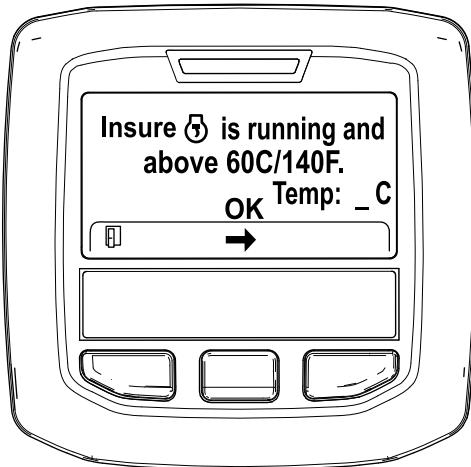

Figura 48
- Se la temperatura del refrigerante è inferiore a 60°C, viene visualizzato il messaggio "Assicurarsi che ' sia in funzione e sopra 60C". (Figura 48).